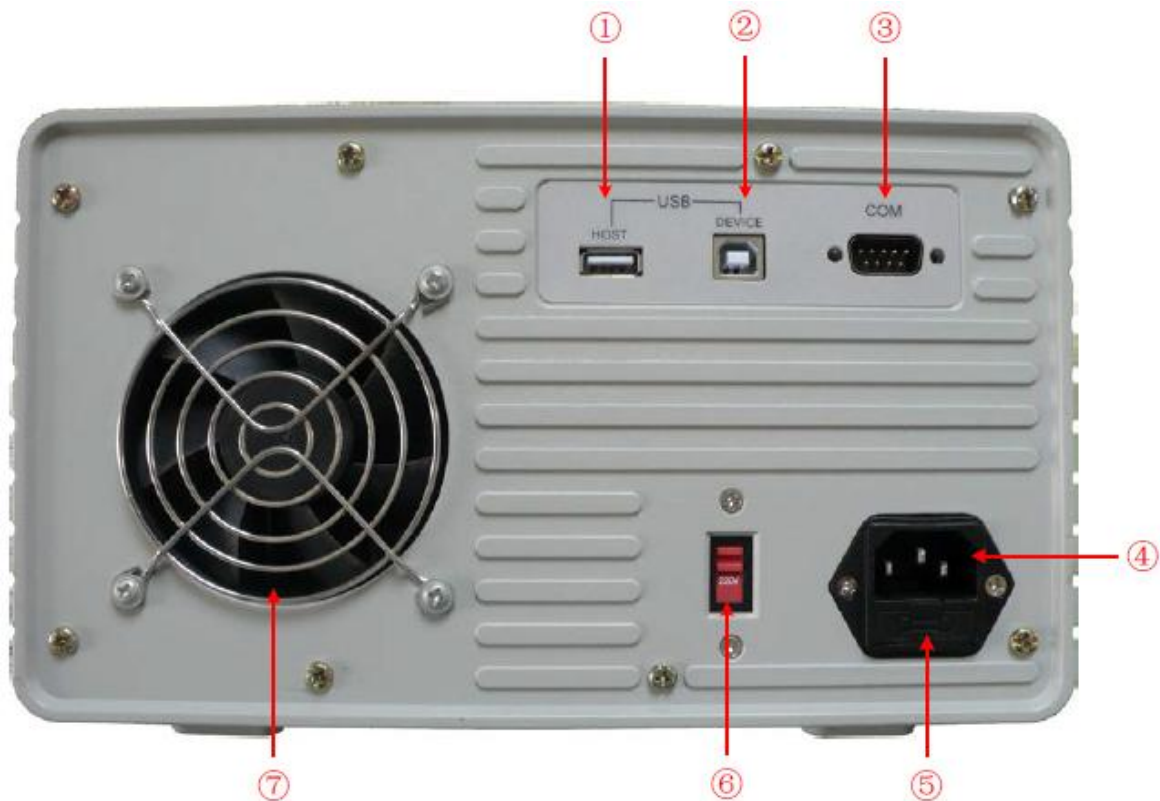

Figure 0-2 Aperçu panneau arrière
La série ODP adopte une source d'alimentation AC 110V/220V. Les utilisateurs peuvent régler l'échelle de voltage de l'**Interrupteur d'alimentation** selon les standards de votre pays (voir *Figure 0-2*) sur le panneau arrière et utiliser un fusible adapté.
- (1) Couper le bouton d'alimentation sur le panneau arrière et enlever le câble d'alimentation.
- (2) Vérifier si le fusible installé avant de quitter l'usine (250 V, F3 A) peut correspondre à l'échelle de voltage sélectionnée; sinon, ouvrir le couvercle en utilisant un tournevis plat (voir ⑤ dans la *Figure 0-2*), changer le fusible.
- (3) Régler l'**Interrupteur d'alimentation** à l'échelle de voltage souhaité.